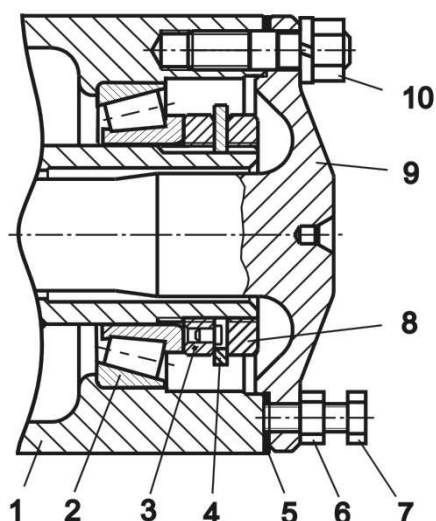

Рис. 4-9 Крепление ступицы заднего колеса ("КААЗ")
2. Вынуть полуось 9 (рис. 4-9), ослабив контргайку и ввернув болт-съёмник 7.